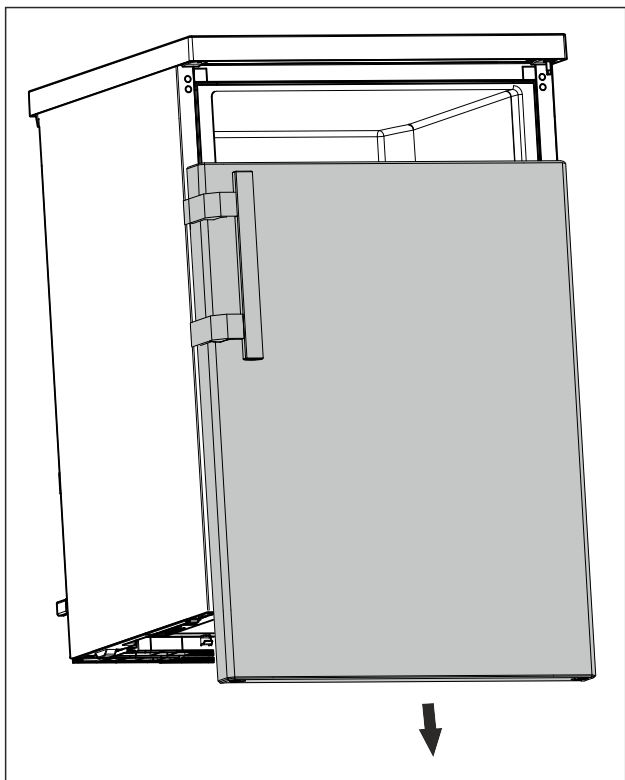

Fig. 8
- ▶ Zdjąć drzwi w dół. (patrz Fig. 8)